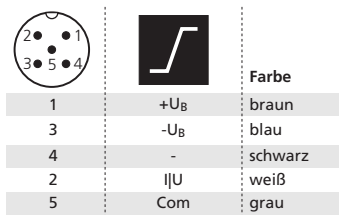

Abb. 1: Pin-Belegung mit Sicht auf den Sensor-Stecker und Farb-Kodierung der microsonic-Anschlusskabel
- Anschlusskabel an den M12-Gerätetecker anschließen, s. Abb.1.